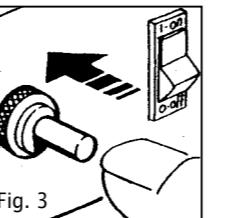

Fig. 3
- Presser le bouton de la vanne du gaz et à plusieurs reprises celui du piézo-électrique jusqu'à ce que le brûleur s'allume. (Fig. 3 - 4)